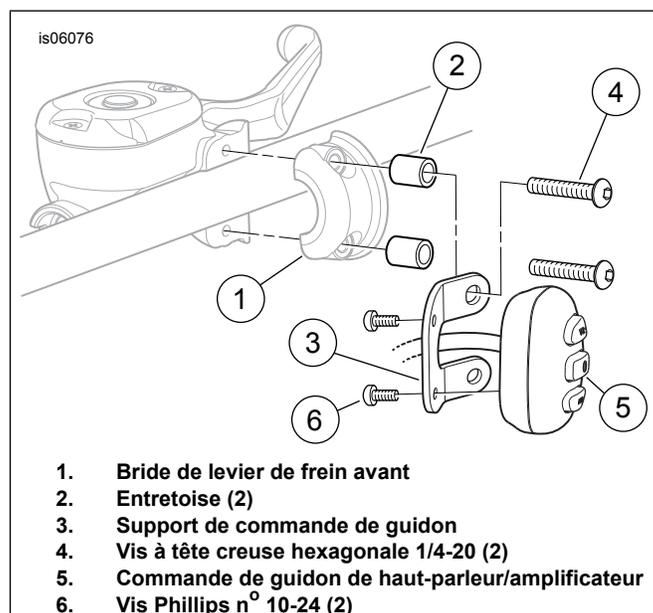

Figure 2. Installation de la commande de guidon et du support
1. Voir Figure 2. Retirer les vis de bride de levier de frein avant du véhicule. Retirer et conserver la bride (1). Les vis peuvent être jetées.
2. Prendre le support de commande de guidon (3), deux entretoises (2), deux vis (6) et deux vis (4) dans le kit.
3. Acheminer le faisceau de fils de commande de guidon (5) par le centre du support de commande de guidon (3) tel qu'illustré.
5. Installer la commande de guidon (5, portion de l'ensemble de faisceau de fils) sur le support avec les vis n° 10-24 (6). Bien serrer.